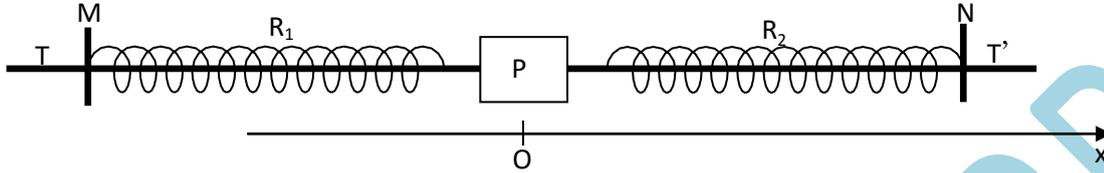

Figure 1
1. Les extrémités M et N des deux ressorts sont fixés. Les ressorts ont alors pour longueur $\ell_1 = \ell_2 = 25$ cm lorsque le palet est en équilibre (figure 1). On écarte alors le palet P de sa position d'équilibre dans la direction MN de $x_0 = +2$ cm, puis on l'abandonne à l'instant $t = 0$ avec une vitesse de valeur algébrique $v_0 = -0,20$ m s⁻¹. On rapporte le mouvement du palet au repère OX, l'origine O du repère, correspond à la position du palet lorsque le système est en équilibre. Les frottements sont supposés négligeables.